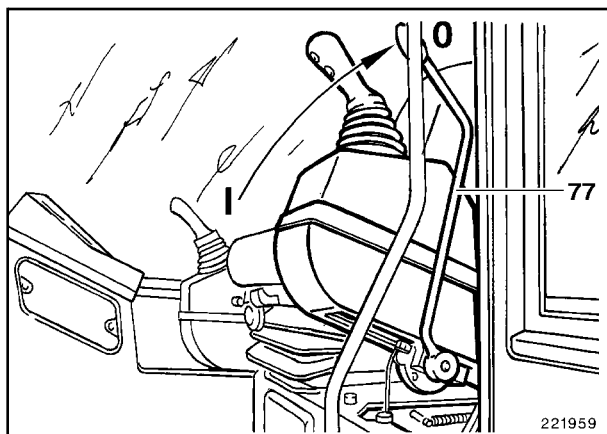

Fig. 9
- Poner la palanca (77, Fig. 9) en la posición **0**. La consola izquierda moverá hacia arriba, el servomando hidráulico está desactivado.